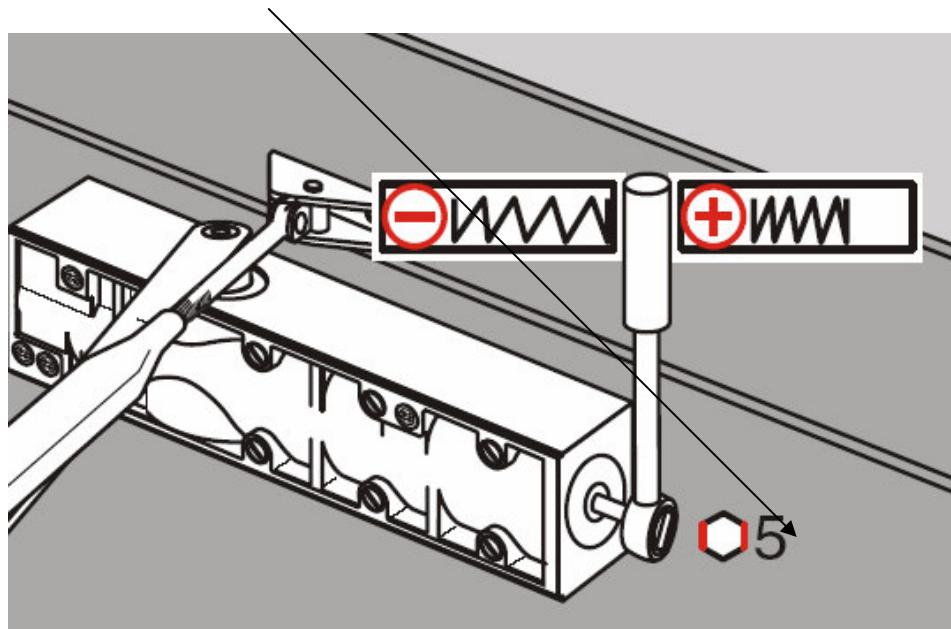

Рис. 10. Регулировка усилия доводчика DORMA TS83.
Регулировка усилия доводчика осуществляется предварительным сжатием пружины с помощью регулировочного винта (рис. 10),
7. Как показано на Рис. 10, установите необходимое усилие закрывания двери.